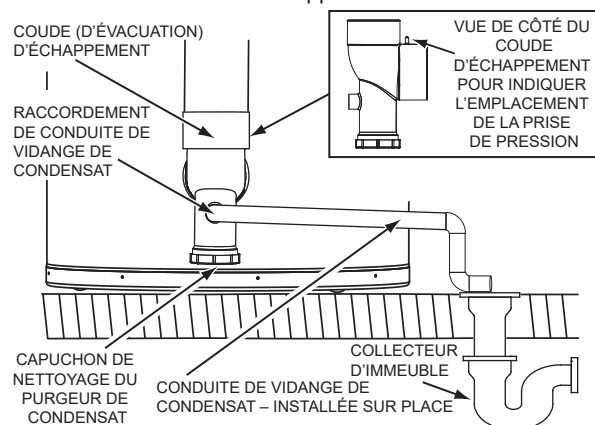

Figure 67. Installation de la vidange de condensat
2. Installer une conduite de vidange de condensat de 1/2 po en PVC entre le raccord de vidange de condensat sur le coude d'évacuation/condensat et un collecteur d'immeuble adéquat. Le coude d'échappement comporte un purgeur de condensat intégré. Ne pas installer de purgeur supplémentaire dans la tuyauterie de vidange de condensat. Voir **Figure 67**.
3. Faire déboucher le tuyau de vidange de condensat près de l'orifice d'écoulement ou à l'extérieur du bâtiment. Voir **Figure 67**.
4. S'assurer que le tuyau de vidange du condensat n'est pas élevé au-dessus du connecteur de vidange de condensat sur le coude d'évacuation/condensat. Voir **Figure 67**.